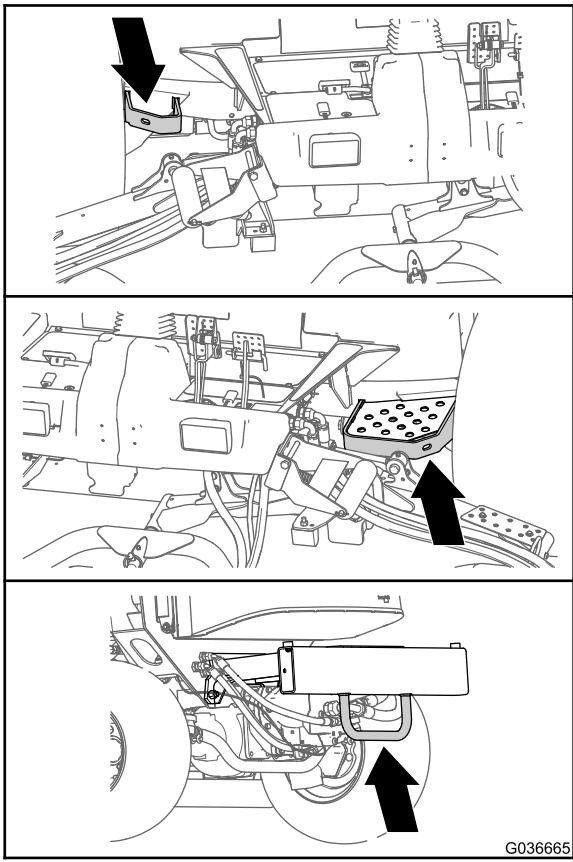

Рисунок 38
- На каждой стороне рамы у платформы оператора (Рисунок 38)
- На заднем бампере (Рисунок 38)